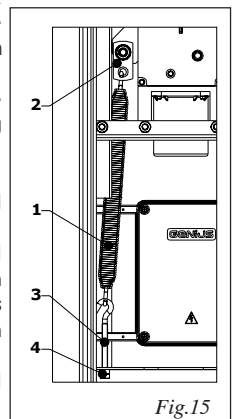

Fig.15
Die Automation benötigt eine Ausgleichsfeder, Abb. 15 - Bez. 1, die gesondert bestellt werden muss (wie der Balken). Die Art der einzusetzenden Feder ist je nach Länge des Balkens und der eventuellen eingebauten Zubehörteile (siehe Kap. 8) unter den in der Preisliste angegebenen Modellen zu wählen.
- Den Balken in senkrechter Position beibehalten und die Feder mit dem Teller, Abb. 15 - Bez. 2 verbinden. Für eine raschere Montage sollte der offene Teil der Öse zum Installateur gerichtet sein.
- Die Zugstange, Abb. 15 - Bez. 3, in die untere Öse und ihre Befestigungsöffnung einführen.
- Eine der beiden Muttern, Abb. 15 - Bez. 4, fest schrauben, bis das gesamte Spiel auf der Feder geregelt ist.